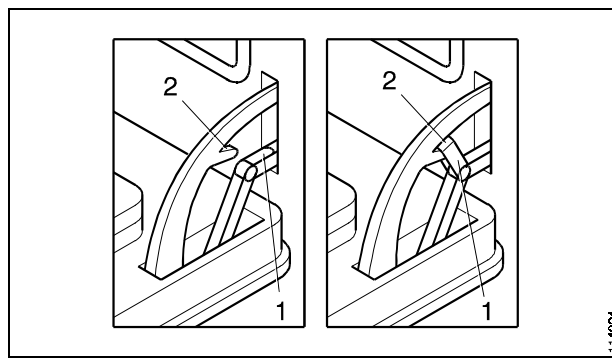

Figure 18.
3. Soulevez le support de charnière (1, Fig. 18) dans la fente (2, Fig. 18).